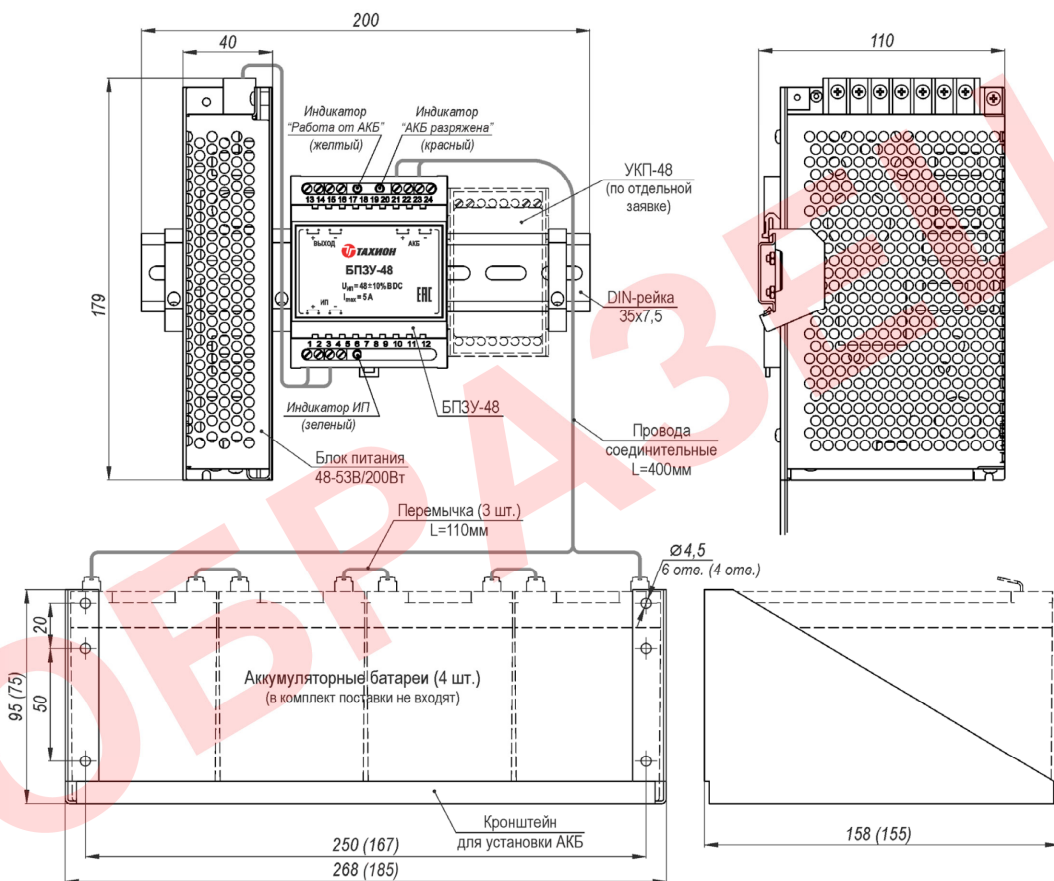

Рисунок 1 – Устройство, габаритные и установочные размеры
12. Габаритные размеры	см. рисунок 1
2. Установить аккумуляторные батареи на кронштейн (рисунок 1) и подключить ее проводами соединительными к контактам 21 (+) и 23 (-) БПЗУ-48, соблюдая полярность. Соединить аккумуляторы перемычкой.
4. Подать трехпроводным кабелем напряжение питания 220 В AC на соответствующие контакты блока питания, при этом фазный провод (L) соединить с контактом L, нулевой провод (N) с контактом N, а провод заземления соединить с контактом $\perp$.